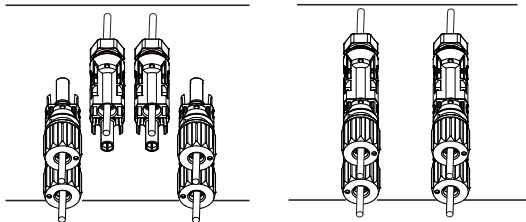

Fig. 5.6 Conexión de la entrada de CC
d) Por último, inserte el conector de CC en la entrada positiva y negativa del inversor, como se muestra en la Fig. 5.6.